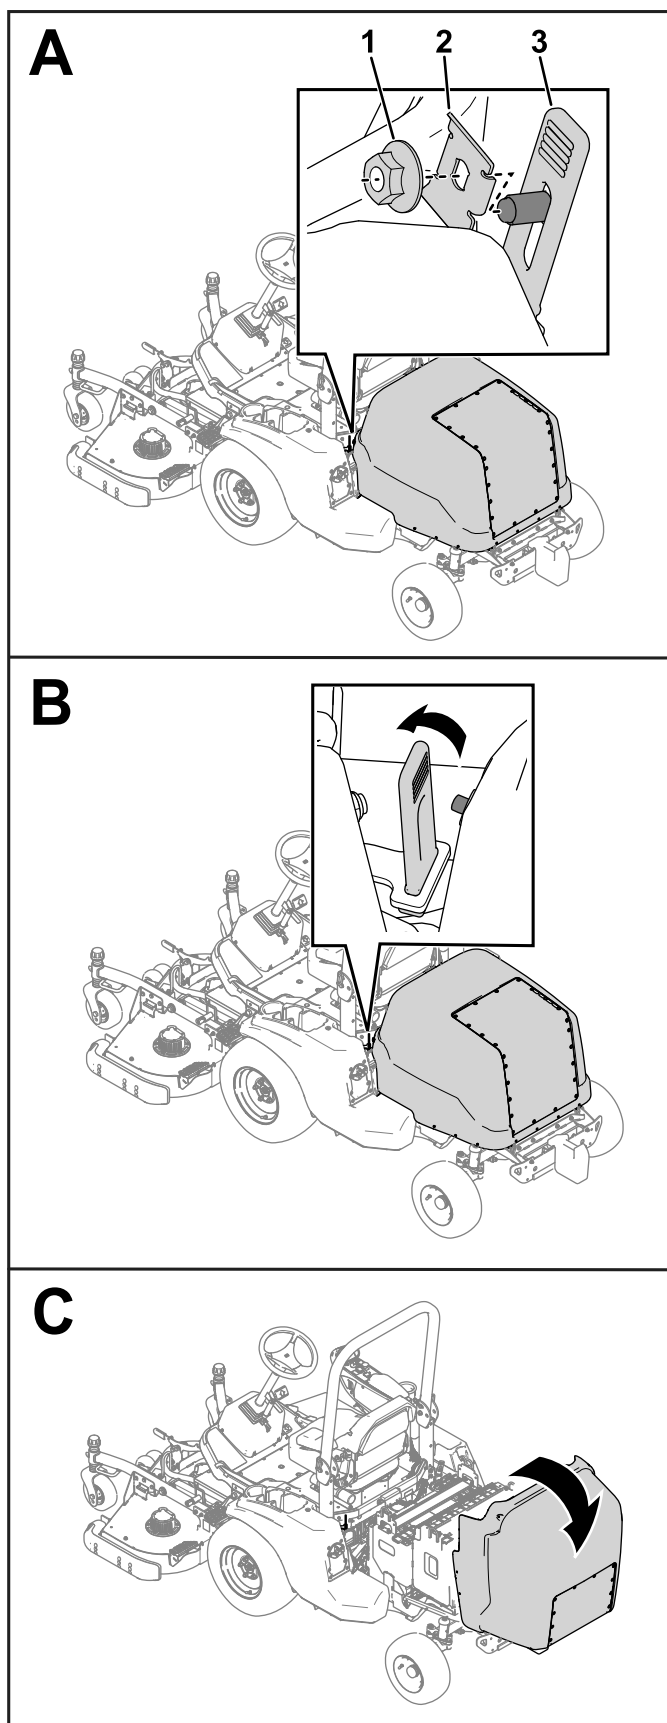

Figura 42
1. Retire las tuercas y los seguros de los cierres (Figura 42) de cada lado del capó.
2. Libere los cierres en cada lado de la máquina (Figura 42).
3. Levante el capó (Figura 42).